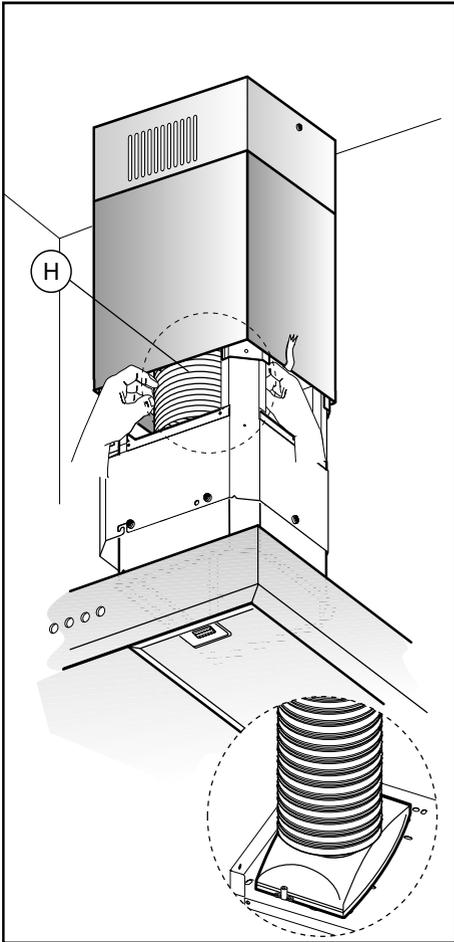

Fig.12
- Fissare il tubo di evacuazione aria **H** (non in dotazione) sulla flangia di raccordo **F** (Fig.12)